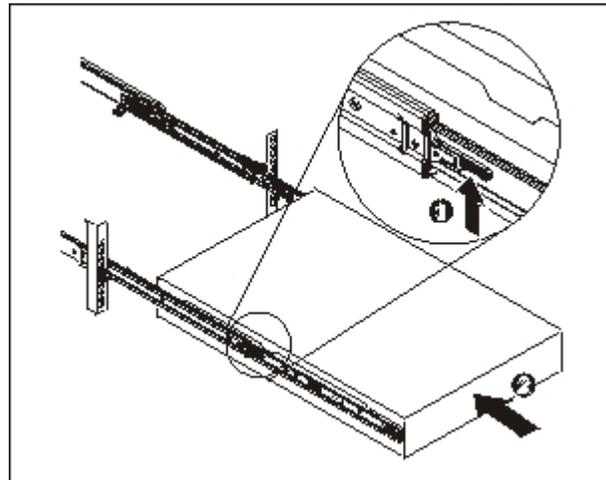

Figure 11. Faire glisser le dispositif dans l'armoire
6. Faites coulisser le dispositif dans l'armoire en procédant comme indiqué dans la figure 11.